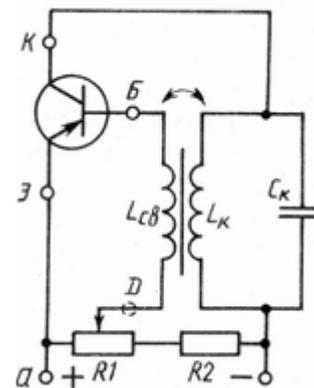

Рис. 1.
1. Генератор незатухающих колебаний получил очень широкое распространение в радио-, телевизионной и измерительной технике. На рис. 1 представлена автоколебательная система. В момент подключения источника постоянного тока через коллекторную цепь транзистора проходит ток, заряжающий конденсатор колебательного контура. В контуре возникнут свободные электромагнитные колебания. Так как катушка колебательного контура индуктивно связана с катушкой обратной связи, то ее изменяющееся магнитное поле вызовет в катушке обратной связи переменную ЭДС такой же частоты, как и колебания в контуре. Эта ЭДС, будучи приложена к участку база – эмиттер, вызовет пульсацию тока в цепи коллектора. Так как частота этих пульсаций равна частоте электромагнитных колебаний в контуре, то они подзаряжают конденсатор контура и тем самым поддерживают постоянной амплитуду колебаний в контуре. Таким образом, в автогенераторе происходит преобразование энергии источника постоянного тока в энергию электромагнитных колебаний.